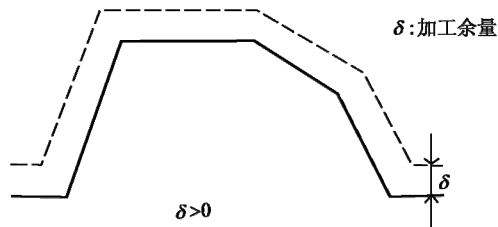

图 7-131 加工余量
(6) 加工余量 相对模型表面的残留高度，如图 7-131 所示。